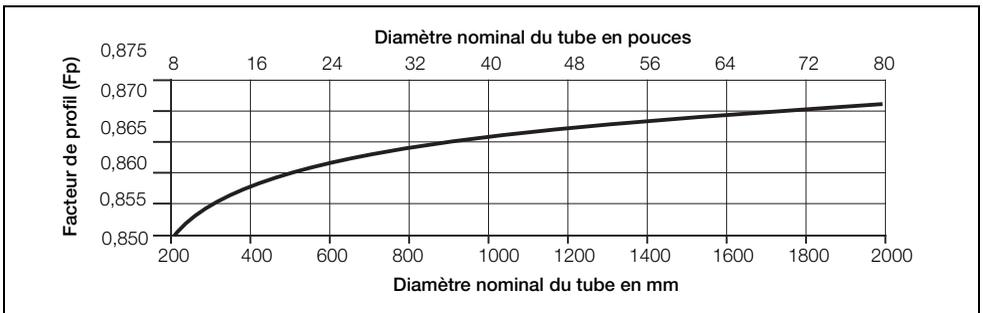

Fig. 5.1 Facteur de profil en fonction de la vitesse, pour des diamètres de tuyaux de 200 à 2 000 mm (8 à 80")
2. Déterminez le facteur de profil F_p à partir de la Fig. 5.1.
F_p = 0,861 (à partir de la Fig. 5.1)